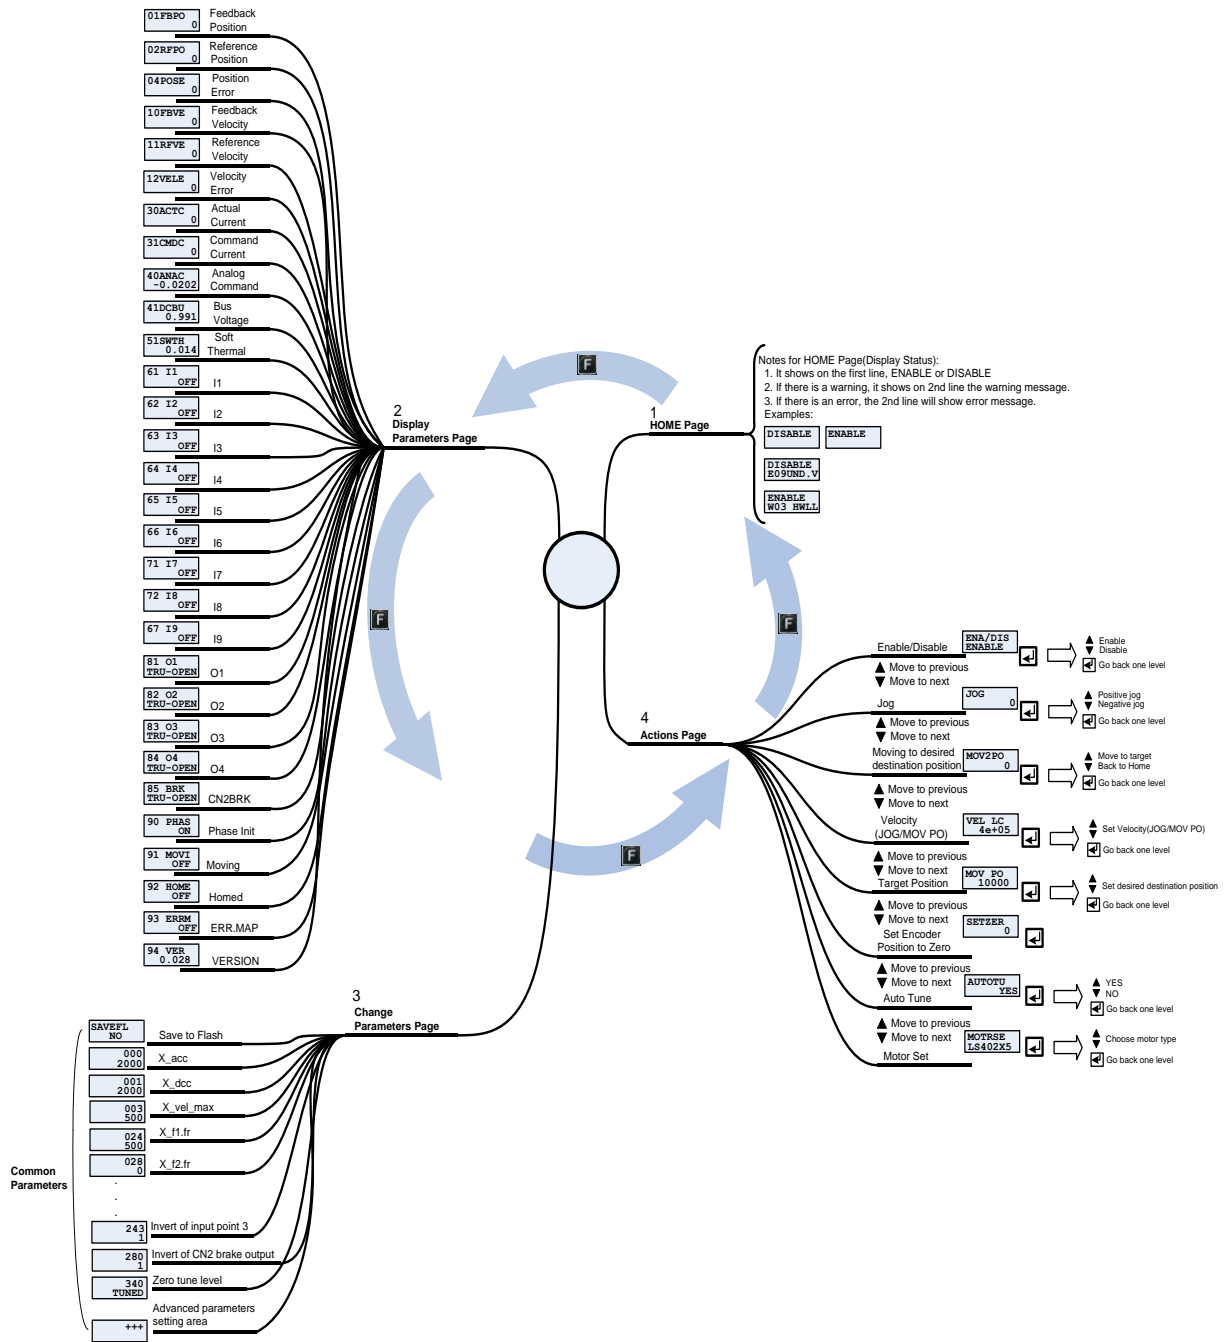

図 7.1.2.1 LCD 運用構造の全貌
表示パネルには、home page、display parameters page、change parameters page、actions page の4つのモードがあります。Fキーを押して、他のモードに切り替えます。LCDの全体構造を図7.1.2.1に示します。
- (1) Enterキーを押してモーター型式「MOTRSE」を設定し、UpキーまたはDownキーを押してドライバーに接続されているモーター型式名を選択します。この例は「LS402XX5」です。モーター型式名の9番目のビットが4または6の場合、シリアルエンコーダーを使用し、モーター型式名を選択する必要はありません。Enterキーを押して、モーターの型式名を確認します。
- (2) LCD画面が「ZeroTune」（ZT）のゲイン設定ページに変わります。サーボループゲインは、「ZeroTune」を介して複雑な手順なしで簡単に設定できます。モーターの負荷レベルを選択するだけで、安定した速度応答を実現できます。サーボ制御の知識がない初心者でも簡単にモーターを駆動できます。Enterキーを押して「ZT」設定に入り、次にUpキーまたはDownキーを押して負荷レベル（「LV」）を選択します。図7.1.2.1は、負荷レベルに対応する基準重量を示しています。適切な負荷レベルを選択したら、Enter キーを押して確認します。
- (3) LCD画面が動作モード「MODE」の設定ページに移動します。Enterキーを押して、「MODE」設定に入ります。Up キーまたは Down キーを押して「STNDALON」を選択し、Enterキーを押して動作モードの変更を確認します。
- (4) LCD画面が「SAVETOFLASH」ページ「SAVEFL」に移動します。Enterキーを押してパラメーターをFlashに保存する設定ページに入り、UpキーまたはDownキーを押して「NO」を選択します。Enter キーを押して、パラメーターがFlashに保存されないことを確認します。詳細については、7.5.1を参照してください。
- (5) LCD画面がホームページに移動します。このとき、「SVNRDY」が表示され、モーターがまだ有効になっていないことを示します。これで、モーターパラメーター初期化の設定は完了です。.